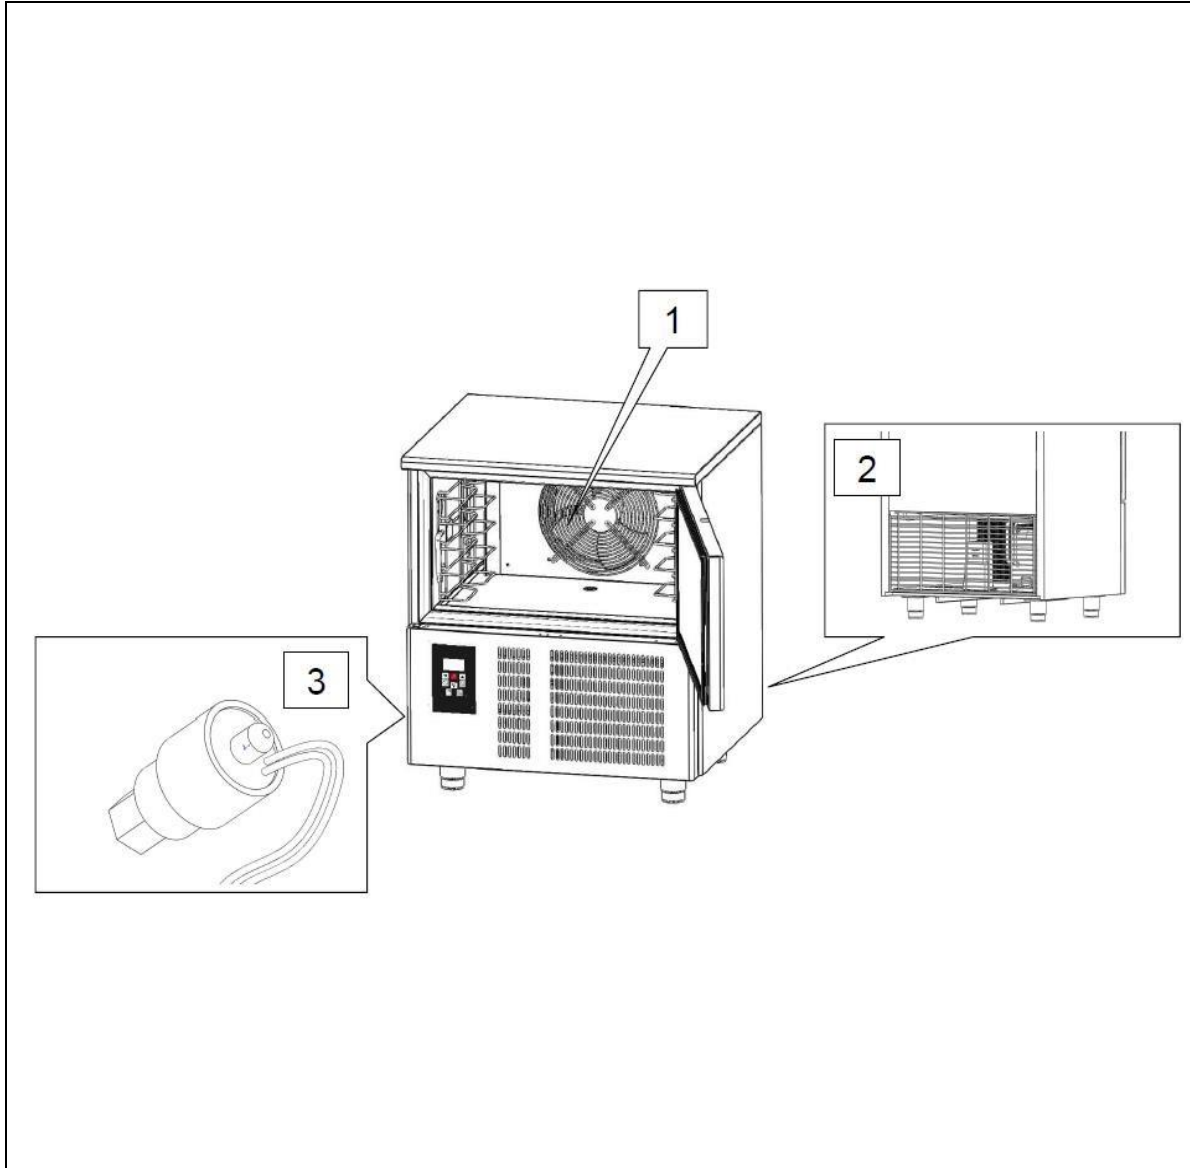

Figure 5. Grilles de protection et capteur de la cellule de refroidissement MYCHILL
- grilles de protection des ventilateurs de refroidissement (réf. 1 fig. 5) ;
- grille de protection du groupe de condensation (réf. 2 fig. 5).
- Un capteur (réf. 3 fig. 5) placé dans le circuit de refroidissement signale les éventuelles surchauffes de l'unité en mettant la machine en veille.